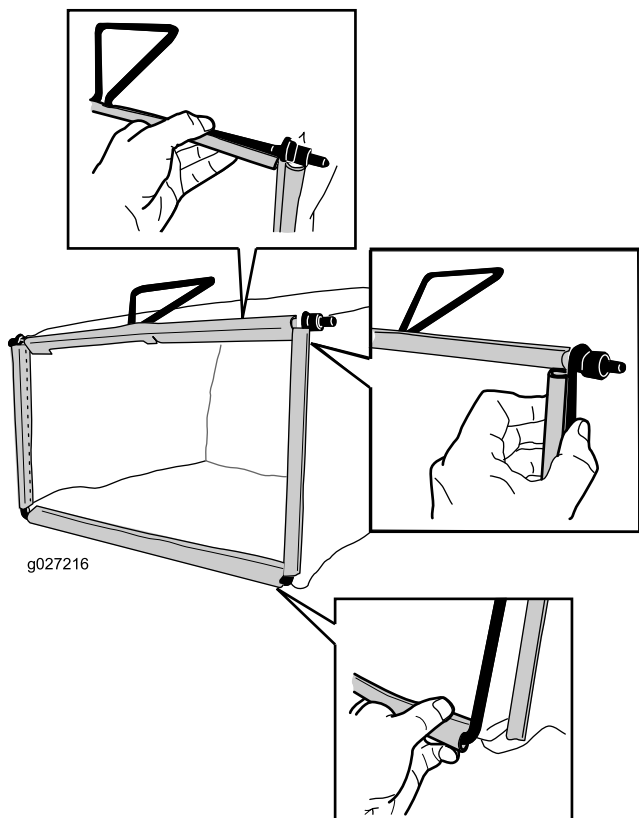

Рисунок 7
- Зацепите нижний обод травосборника за нижнюю часть рамы (Рисунок 7).
- Зацепите верхний и боковой обод мешка за верхнюю и боковые стороны рамы, соответственно (Рисунок 7).